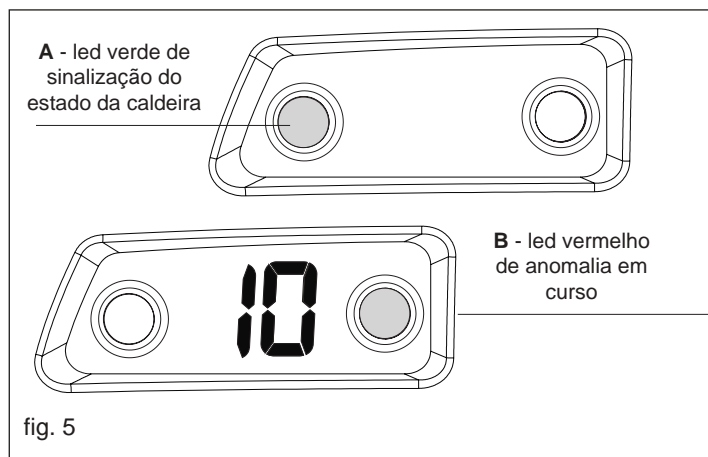

fig. 5
- Se houver pedido de calor, a caldeira se ativa e se acende a chama e a sinalização luminosa se apresenta de cor verde fixa (A - fig. 5).
Se ocorrerem anomalias de acendimento ou de funcionamento, a caldeira realizará uma "paragem de segurança"; no painel de comando se apagará o led verde, o ecrã exibirá um código de anomalia lampejante e, em caso de bloqueio, se acenderá também o led vermelho (B - fig. 5).